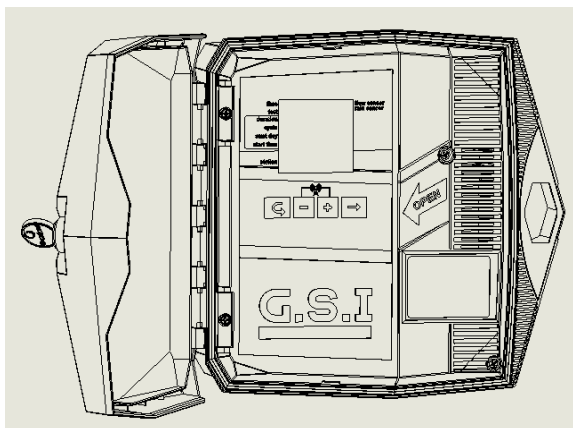

Figure 1: Apertura dello sportello
1. Sbloccare ed aprire lo sportello esterno (Figure 1).
1. Sbloccare ed aprire sportello esterno (Figure 1).
7. Sbloccare ed aprire lo sportello esterno (Figure 1).